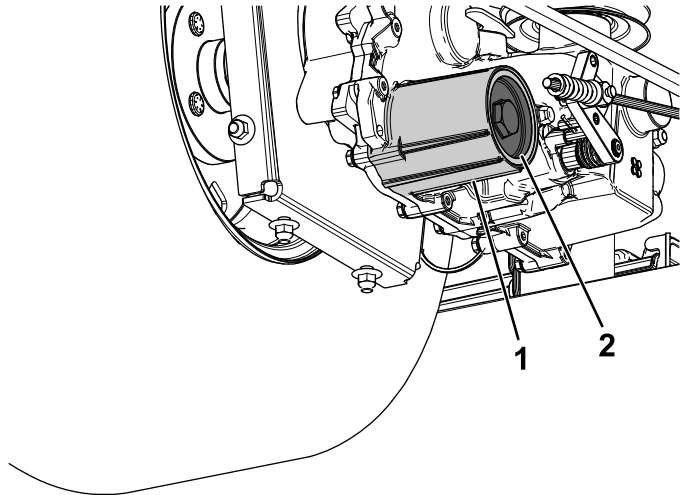

Figura 89
7. Retire la tapa del filtro de fluido hidráulico del transeje para vaciar el fluido (**Figura 89**).